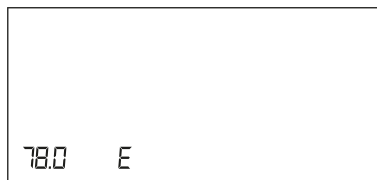

Abb. 2
2. Anschließend wird der voreingestellte Raddurchmesser im Fenster SPEED sowie „E“ oder „A“ im Fenster ZEIT für 1 Sekunde lang angezeigt (Abb. 2).